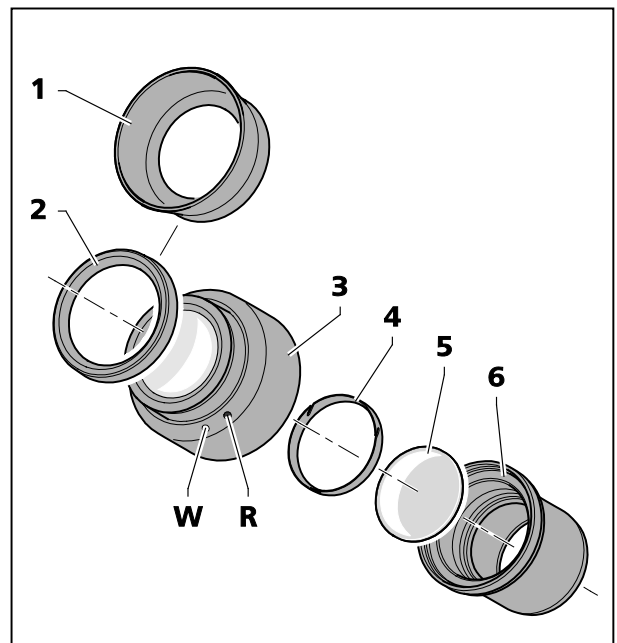

Fig. 11 Pose de la lame d'oculaire
Les oculaires sont munis d'un anneau de protection en caoutchouc qui les maintiennent à une certaine distance des verres de lunettes pour éviter de les rayer. Ces anneaux de protection peuvent être remplacés par des bonnettes oculaires retroussables (Fig. 11/1).
- Pour cela, retirez les anneaux de protection (Fig. 11/2) qui sertissent les oculaires et remplacez-les par les bonnettes oculaires (Fig. 11/1).
- Dévissez la bague intercalaire (Fig. 11/6) de l'oculaire (Fig. 11/3).
- Retirez l'anneau de fixation (Fig. 11/5).
- Introduisez la lame d'oculaire (Fig. 11/4).
Le léger décalage de l'image qui est provoqué par l'épaisseur de la lame est pris en compte sur l'échelle dioptrique où la position zéro est alors indiquée par le point rouge (Fig. 11/R) et non plus par le point blanc (Fig. 11/W).